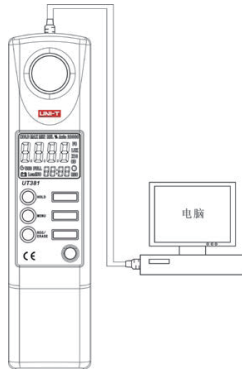

图 4
5. USB数据传输功能：(仅UT382, 见图4)
- * 使用照度计(UT382)与计算机通信时采用USB方式传输数据，请注意计算机必有一个USB接口，连接方式如图4所示。